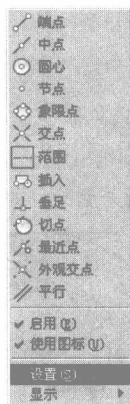

图 1-3 快捷菜单
- ④ 选择“工具”|“草图设置”命令,或在状态栏中的 按钮上单击鼠标右键,弹出快捷菜单,如图 1-3 所示。